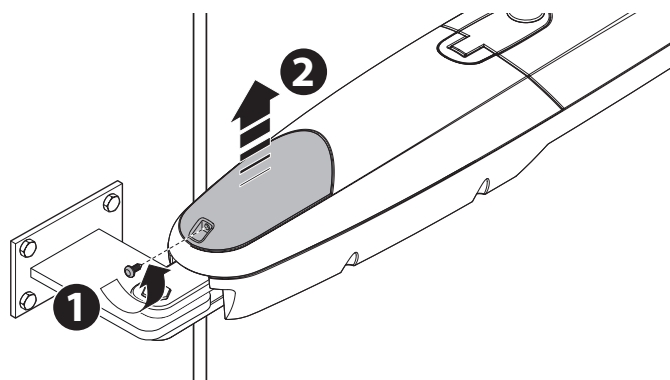

Fig. 13
**01.** Togliere il coperchio al motoriduttore come mostrato in **fig. 13**;